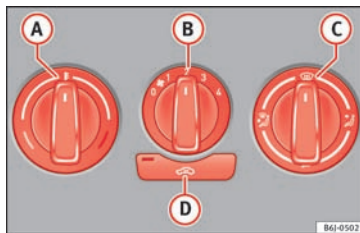

Fig. 165 Betjeningselementer til varmeanlægget i instrumentpanelet
• Med regulatorerne (A), (B) og (C) » Fig. 165 kan du indstille temperaturen, blæsertrinet og luftfordelingen.
• Tryk på knappen (D) for at aktivere eller deaktivere recirkulationsfunktionen. Der lyser en kontrollampe i den pågældende knap, når funktionen er aktiveret.
- Tryk på knappen **(D)** » Fig. 165; kontrollampen i knappen lyser.
Hvis regulatoren **(C)** » Fig. 165 står i defrosterpositionen, er luftdysen altid åben, og der kommer luft udefra ind i bilens kabine.
- Drej temperaturregulatoren » Fig. 165 **(A)** mod venstre.
- Drej temperaturregulatoren » Fig. 165 **(A)** mod højre, indtil den ønskede varmeydelse er nået.
- Drej temperaturregulatoren » Fig. 165 **(A)** helt til højre for at opnå den højeste varmeydelse.
- Åbn luftdyserne (4), og ret den mod sideruderne.
- Drej temperaturregulatoren » Fig. 165 (A) ind i varmeområdet.
- Drej blæserkontakten (B) til blæsertrinene 2-3.
- Luk luftdyserne (3).
- Åbn luftdyserne (4), og ret dem mod sideruderne.